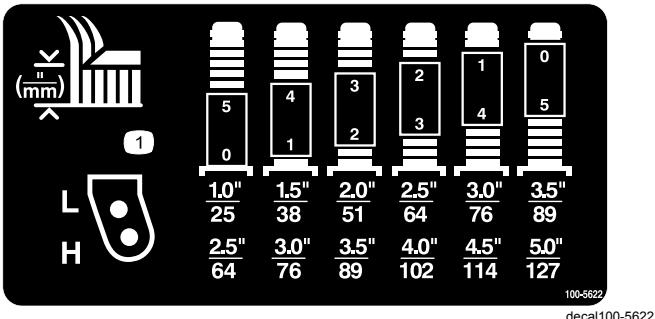
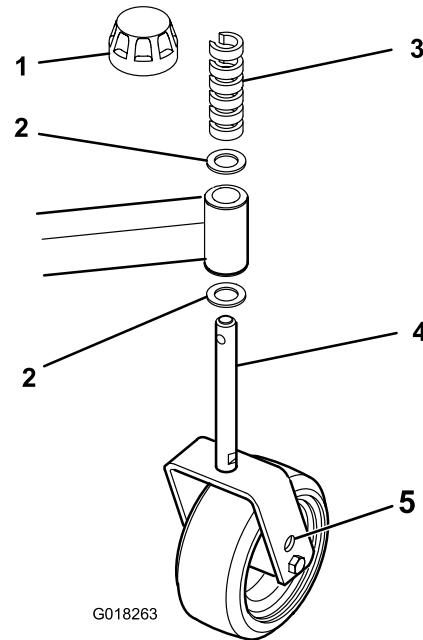

Figura 8
Figura 9
2. Coloque os eixos da roda giratória nos mesmos orifícios, em todas as forquilhas da roda giratória. Consulte Figura 7, Figura 8 e Figura 9 para determinar os orifícios corretos para a configuração.
Consulte Figura 8 para determinar as combinações de espaçadores para a configuração.
- Retire a tampa de fixação do eixo (Figura 9).